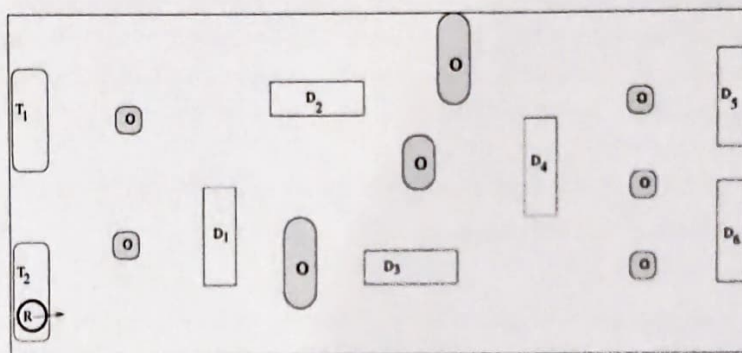

FIGURE 1 –
- On considère un atelier parfaitement connu W qui comporte des zones de travail D_i , des zones tapis T_j et des obstacles O . La géométrie et position des D_i , T_j et O sont parfaitement connues. La figure 1 illustre un exemple d'atelier avec un robot R dans la zone tapis T_2 .
Utiliser la figure 1 pour expliciter votre approche.